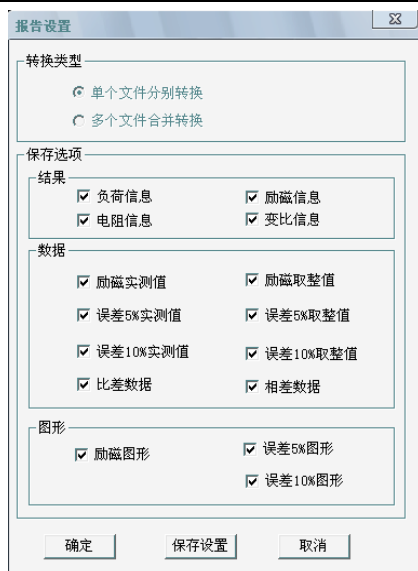

图 3.6 多个文件合并转换报告设置界面
- 2、再点击**生成报告**，弹出**报告设置**对话框，如图 3.6。